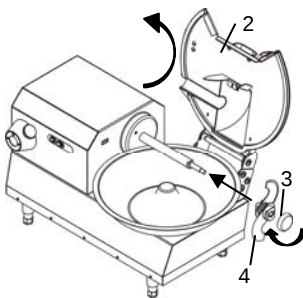

Fig. 6.3.9
- Introducir el cubo portacuchillas "4" Fig. 6.3.9 en el eje
- Enroscar la tuerca mariposa de bloqueo del cubo portacuchillas "3" Fig. 6.3.9 como se describe en el punto 6.4.
- Bajar la tapadera "2" Fig. 6.3.9.